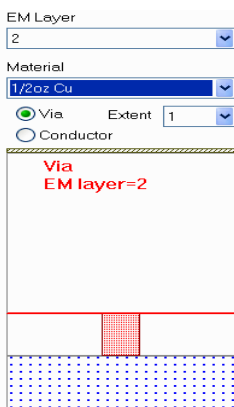

Рис. 7.40
- Проводники ответвителя, расположенные на разных слоях, должны иметь одинаковый потенциал, поэтому их нужно соединить перемычками, имитирующими толщину проводников. Перемычка не обязательно должна быть по всей длине проводников, т.к. EMSight не учитывает горизонтальные токи в перемычках. Предполагается, что ток на перемычке постоянный и течёт в вертикальном направлении. Поэтому достаточно установить перемычки на краях проводников и несколько перемычек по длине на расстоянии между ними меньше 1/8 длины волны. Откройте окно менеджера топологии. В поле **EMLayer** введите **2**, в поле **Material** введите **1/2oz Cu** и отметьте **Via** (рис. 7.40).